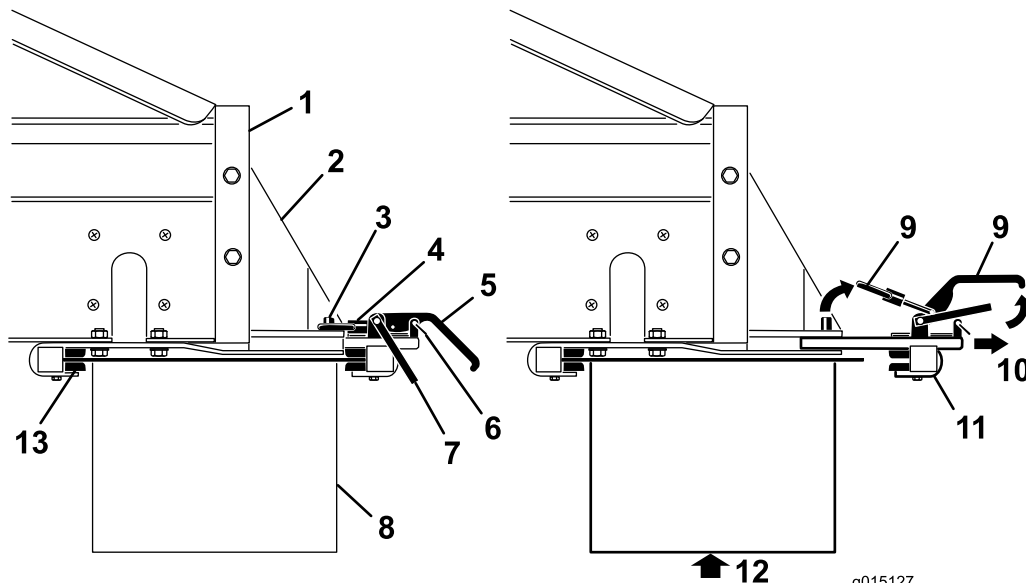

图 49
3. 卸下锁紧手柄 (图 49) 上的安全门夹。
4. 提起安全门然后提起附件连接锁紧手柄再从锁销中放开锁环 (图 49)。
- 将后部的附件连接锁紧组件滑出快速连接槽(图 49)。
- 在他人协助下将位于机器后部的上下交叉输送机/转盘的前端插入固定架前部的锁紧装置(图 49)。
- 在为交叉输送机/转盘提供支撑的同时将后部附件连接锁紧组件滑入支架的槽内并位于尾端上方(图 49)。
- 将安全门夹安装到锁紧手柄(图 49)。